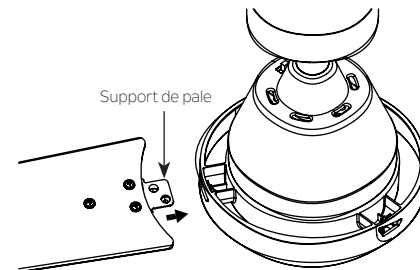

Fig. 20
Étape 1: Insérer soigneusement le support de pale dans la fente comme indiqué (Fig 20).